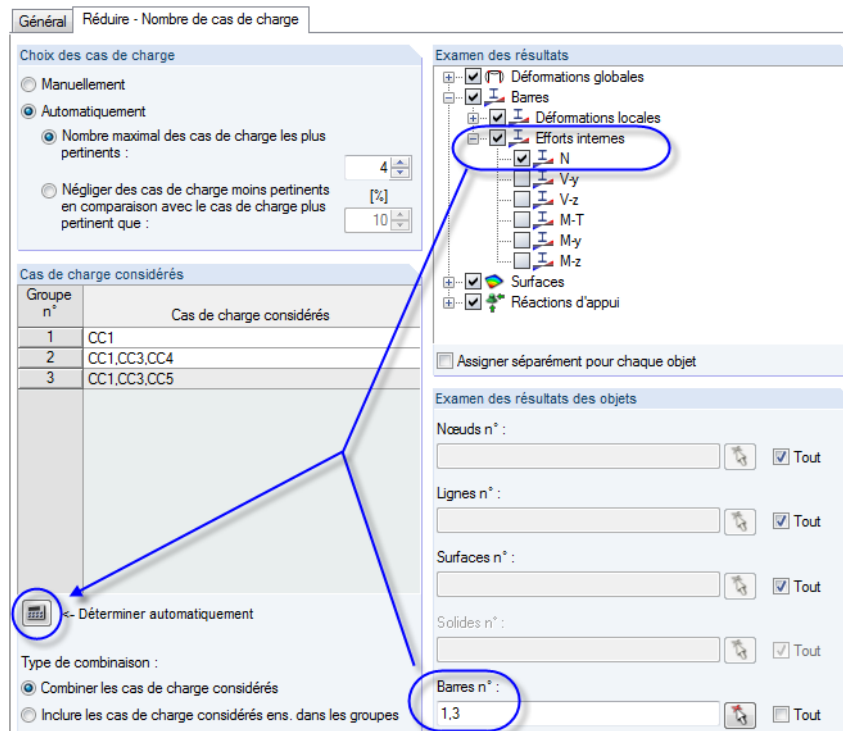

Figure 5.20: Détermination automatique des cas de charge de groupes
- dans la section *Examen des résultats des objets*, seuls les numéros des barres de poteaux sont entrés (voir la Figure 5.20).
Le paramétrage dans l'onglet *Réduction - Examen des résultats* est similaire à la Figure 5.20.